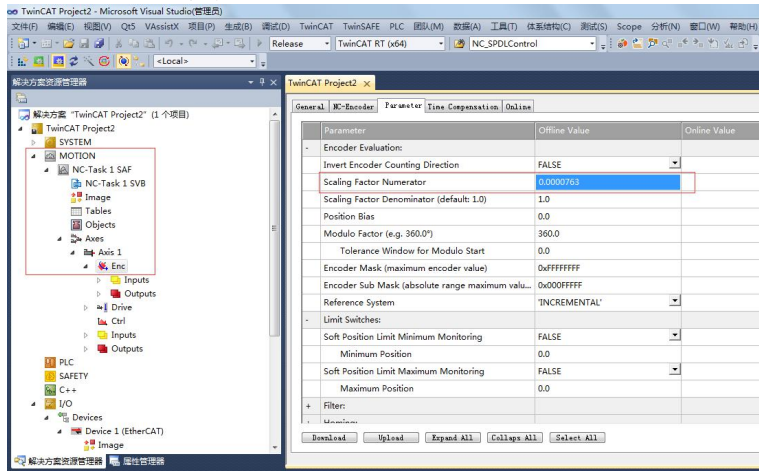

图 11
9、选择 TwinCAT 菜单重启到设置模式，设置每个指令脉冲对应的移动距离 Scaling Factor Numerator，TSVC 驱动器配绝对值编码器时默认的每转脉冲数是 131072，假设电机旋转一圈机械部件移动 10mm，Scaling Factor Numerator 设置为 $10/131072=0.0000763$ ，如图 11。
添加电机轴设备（图 11）。